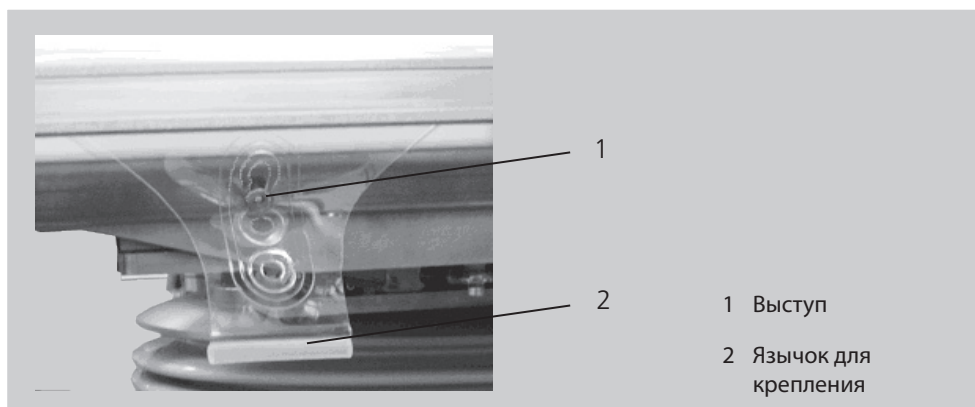

Рисунок 8-1 Выступ и язычок для крепления
- Стяните язычки с отверстиями плёнки пациента с выступов (рис. 8-1)
- Зацепите плёнку пациента на выступы с помощью имеющихся на ней язычков (рис. 8-1).
- Оденьте язычки на выступы, используя для этого следующие по порядку отверстия (рис. 8-1).